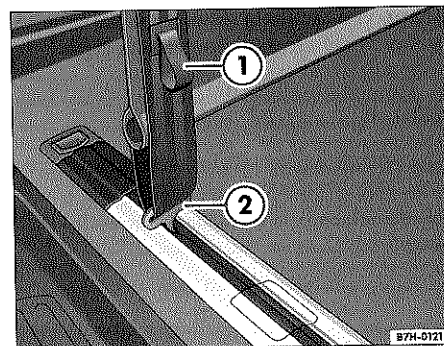

Fig. 91 Montaje correcto del enganche en forma de T en la guía izquierda exterior, detrás del asiento delantero
- ② Cintas con enganches en forma de T que se encastran en las guías de los asientos ⇒ página 106, fig. 91.
- ③ Varillas articuladas que se pueden bloquear. ◀
6. Tire del lazo ⇒ fig. 91 ① que hay en ambas cintas hacia abajo hasta que puedan introducir los enganches en forma de T en las guías exteriores de los asientos.
7. Gire los dos enganches en forma de T 90°, de forma que queden en posición transversal respecto a las guías ②.
- Los enganches en forma de T tienen que ir siempre montados correctamente ⇒ página 106, fig. 91 pero nunca en la zona de las tapas extraíbles de las guías. Además, la red de separación deberá ir siempre montada en posición vertical. ◀